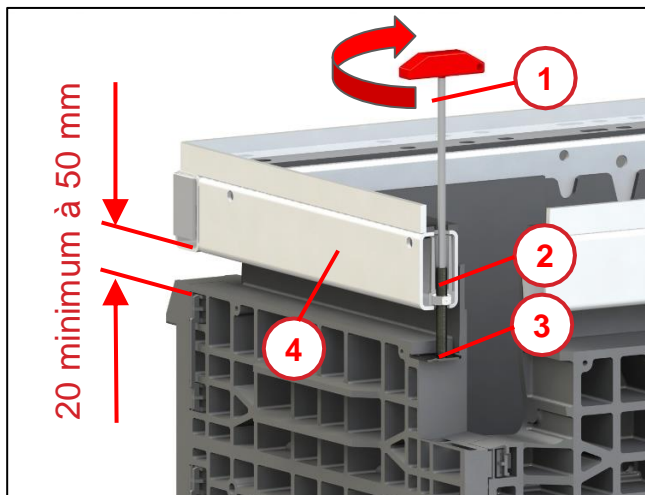

Fig. 37
- Replacer le cadre en acier (1) sur la chambre de tirage.
Les broches filetées (2) du réglage en hauteur défini auparavant doivent être enfoncées à travers le mortier sec encore mou (3) jusqu'à ce qu'elles s'appuient de nouveau sur l'appui en tôle (voir Fig. 37–Pos. 3).